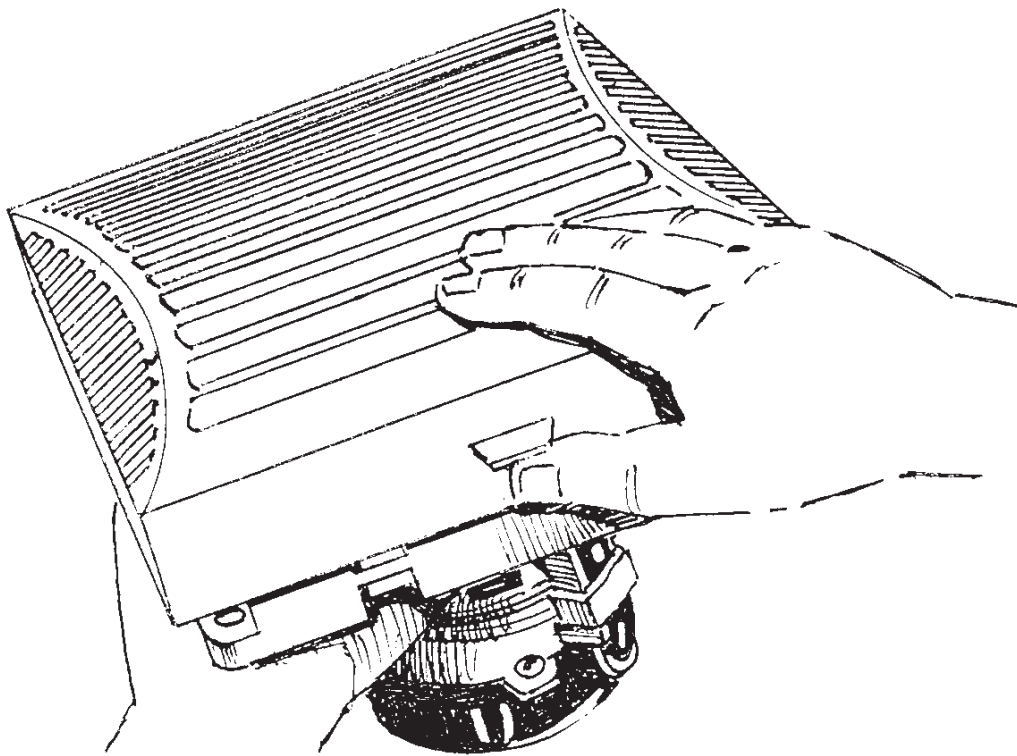

Abb. 9
1. Den Deckel vom Lüfter abzunehmen (Abb. 9)